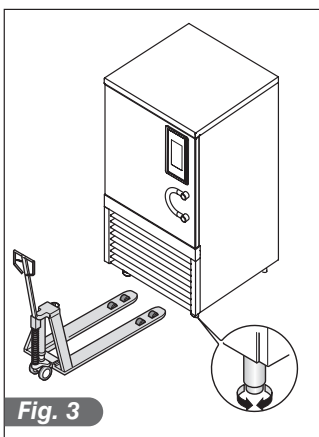

Fig. 3
- Efetuar a nivelção da aparelhagem através dos pés de regulagem. Para a colocação das máquinas mais pesadas utilizar específicos meios de elevação (Fig.3).